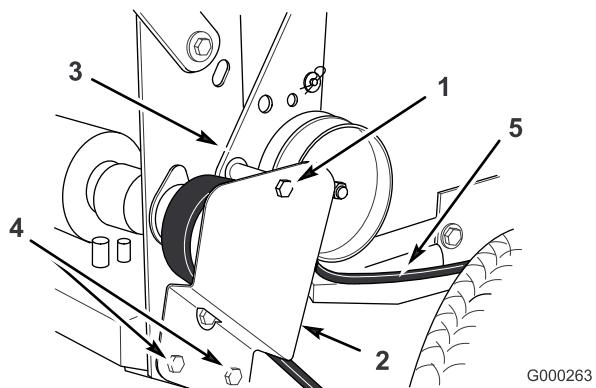

Figura 46
- Retire el perno superior que fija los soportes de la polea tensora al bastidor trasero (Figura 46).
- Afloje los dos tornillos de montaje inferiores lo suficiente para que la correa pueda pasar entre la polea de transmisión y el soporte de la polea tensora (Figura 46).
- Coloque el perno superior que fija los soportes de la polea tensora al bastidor trasero (Figura 46).
- Apriete los dos tornillos de montaje inferiores lo suficiente para que la correa pueda pasar entre la polea de transmisión y el soporte de la polea tensora (Figura 46).